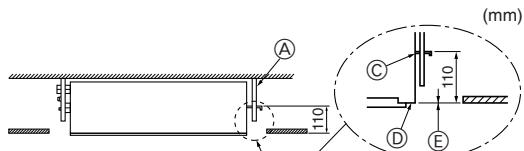

Fig. 2-9
- Alle Muttern fest anziehen. (Fig. 2-9)